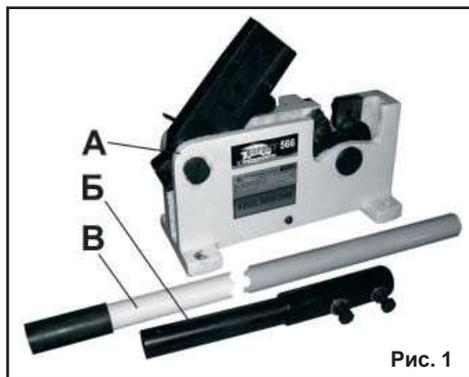

Рис. 1
3. КОМПЛЕКТНОСТЬ (Рис.1.)
- 8.2. Наденьте на ручку (9) удлинитель (В) (Рис. 1).